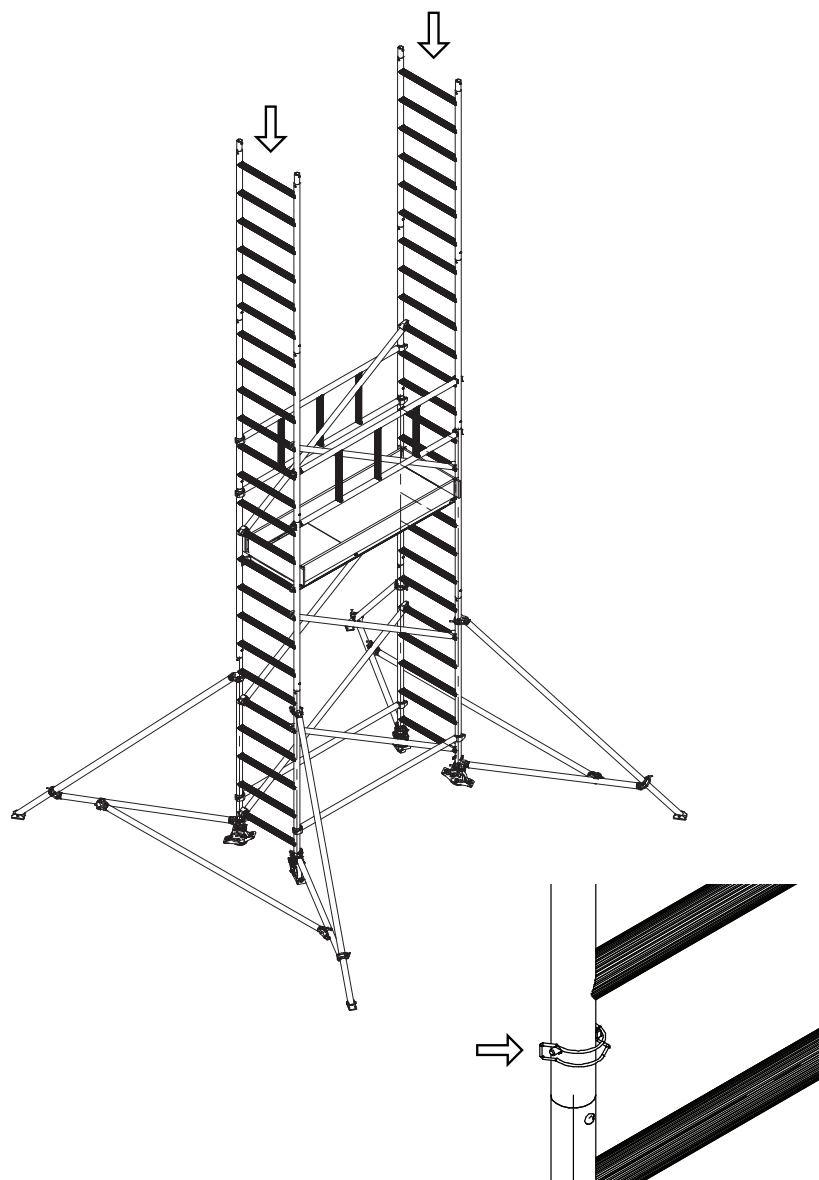

Rys. 64. Montaż krawężników poprzecznych
13. Następnie zamocować zestaw krawężników. Montaż rozpocząć od krawężników poprzecznych (Rys. 64), a następnie zamontować krawężniki wzdłużne (Rys. 65).